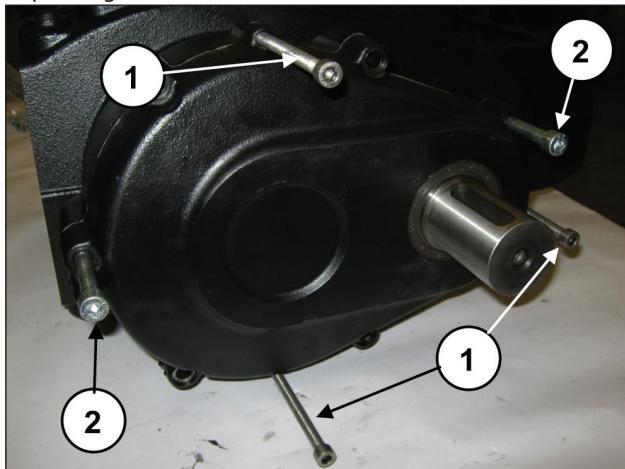

Fig. 5
Placer 3 goujons ou vis filetées M8 (rep. ①, Fig. 5) faisant office d'extracteurs dans les trous appropriés et deux vis M10 suffisamment longues tenant lieu de support du couvercle (rep. ②, Fig. 5).